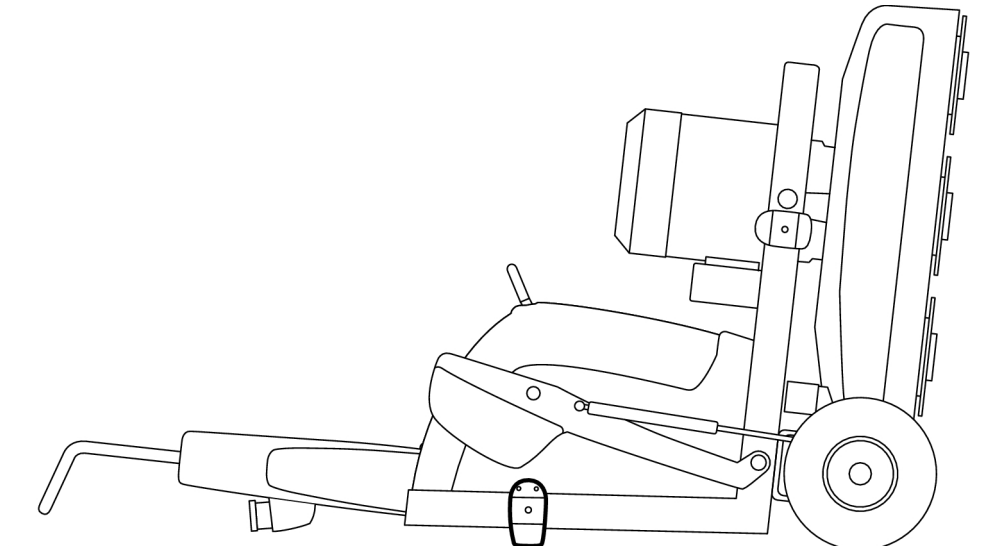

Bild 4-11. Viktlås i golv
4. Tippa maskinen ytterligare bakåt till hela maskinen når golvet, se Bild 4-11, sidan 23.